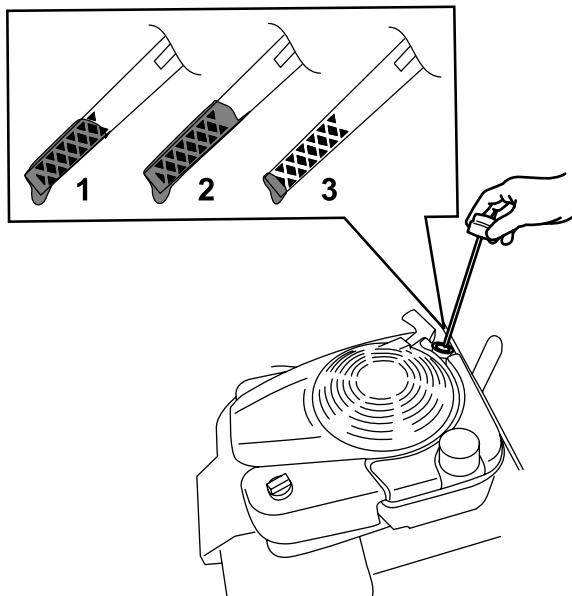

Figure 30
3. Tournez le bouchon dans le sens antihoraire et sortez la jauge (Figure 30).
10. Relevez le niveau d'huile indiqué sur la jauge (Figure 30).